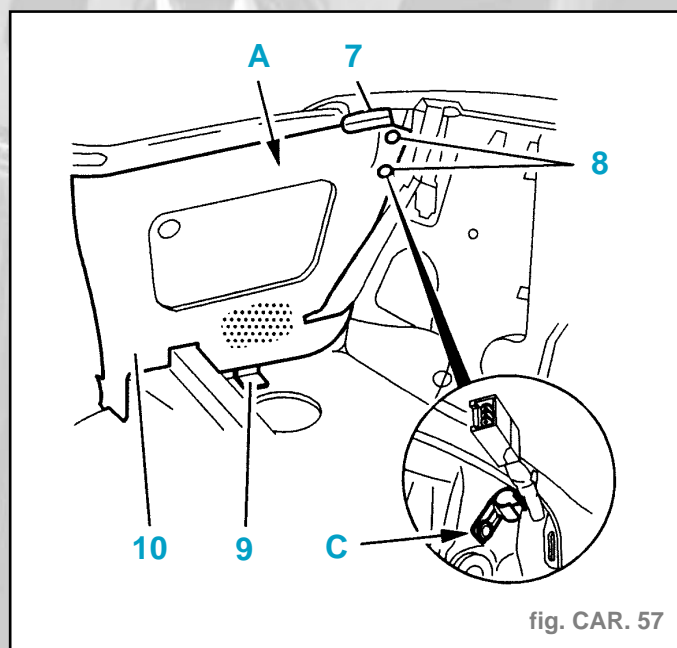

fig. CAR. 57
- Déposer (côté droit uniquement) (fig. CAR 57) :